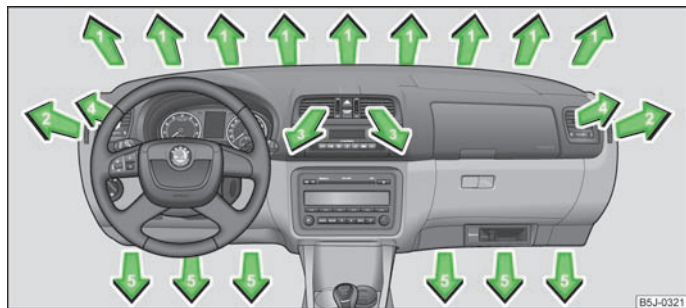
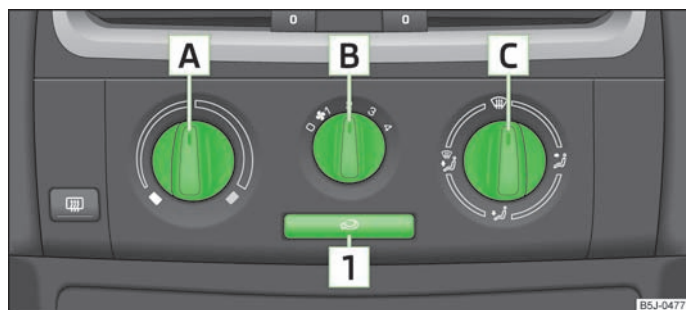

Fig. 74 Diffuseurs d'air
Fig. 75 Chauffage : organes de commande
- Faites tourner la molette verticale (diffuseurs d'air 3) » fig. 74 ou la molette horizontale (diffuseurs d'air 4) sur la position 2.
- Faites tourner la molette verticale (diffuseurs d'air 3) » fig. 74 ou la molette horizontale (diffuseurs d'air 4) sur la position 0.
- Pour modifier la hauteur du flux d'air, faites pivoter les lamelles horizontales à l'aide du bouton coulissant » fig. 74.
Le régulateur de répartition d'air [C] » fig. 75 vous permet de régler l'arrivée d'air dans chaque diffuseur d'air. Les diffuseurs d'air 3 » fig. 74 et 4 peuvent être ouverts et fermés séparément.
- Faites tourner le sélecteur [A] » fig. 75 vers la droite pour augmenter la température.
- Faites tourner le bouton de commande de soufflante [B] » fig. 75 sur l'une des positions 1 à 4 pour mettre la soufflante en marche.
- Le bouton de régulation de la répartition de l'air [C] » fig. 75 permet de diriger le flux d'air » page 75.
Tous les organes de commande, sauf le sélecteur de débit d'air [B] » fig. 75, peuvent être réglés sur une position intermédiaire quelconque.
- Organes de commande **A** » fig. 75, **B**, **C** et la touche **1**.
➤ Appuyez sur la touche **1** » fig. 75 : le voyant s'allume dans la touche.
➤ Appuyez à nouveau sur la touche **1** » fig. 75 : le témoin s'éteint dans la touche.
La circulation d'air de recyclage s'arrête automatiquement si l'on met le régulateur de diffusion d'air **C** » fig. 75 sur la position . Un appui répété sur la touche **1** permet de réactiver le recyclage de l'air intérieur également dans cette position.